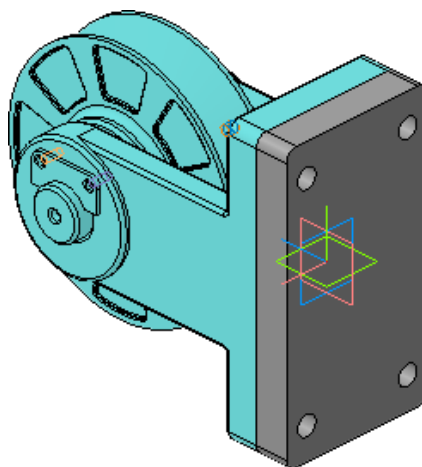

Рисунок 5.
- Нажмите кнопку **Создать объект**  — будет создано основание новой детали (рис.5).